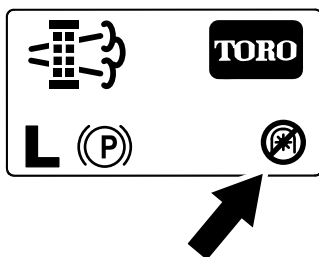

Рисунок 74
**Примечание:** На главном экране отобразится значок «BOM выключен» (Рисунок 74).
**Примечание:** На главном экране отобразится значок «BOM выключен»; см. Рисунок 74 в разделе Сообщения о стационарной регенерации \(страница 52\).